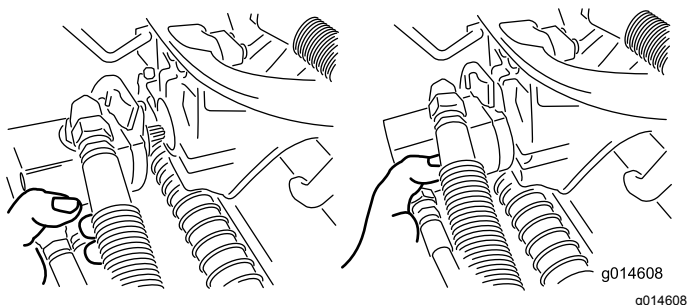

Bild 33
3. Legen Sie den Motor am Aufbewahrungsort vorne am Aufhängearm ab (Bild 33).